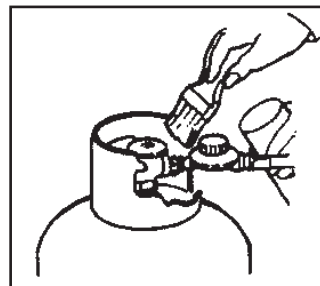

Fig. 4
6. Cepille la solución de jabón en cada conexión. (Fig. 4 & 5)
- b. Doble "LADO / RETRASO" control a "ARRIBA". (HI)